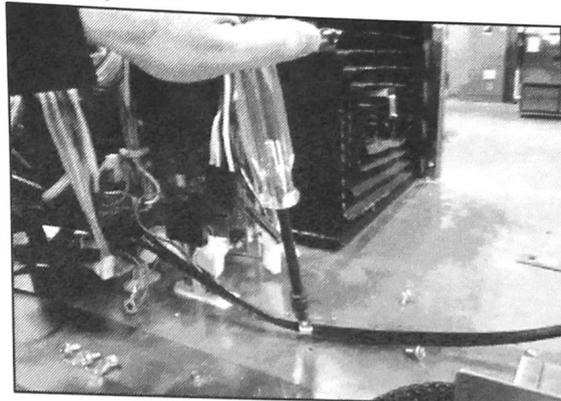

FIGURE 10
12. Retirer le serre-câble du cordon d'alimentation. Mettre les vis de côté et dégager le module HT de l'appareil. Voir Figure 10.